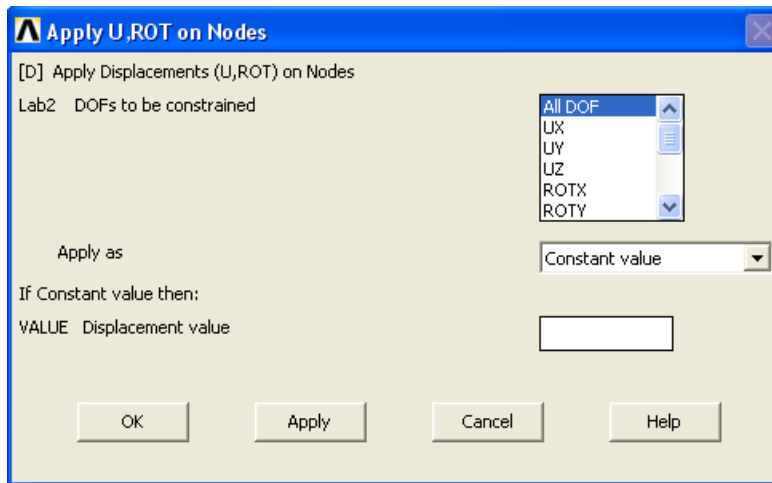

Рисунок 58. Вид второго окна *Apply U,ROT on Lines*
- Далее необходимо в списке с меткой **Lab2** второго окна *Apply U,ROT on Nodes* (Рисунок 58) выбрать с помощью «мыши» **ALL DOF**, т.е. необходимо ограничить перемещения во всех направлениях. В поле с меткой **VALUE** вводим **0**, либо оставляем пустым.